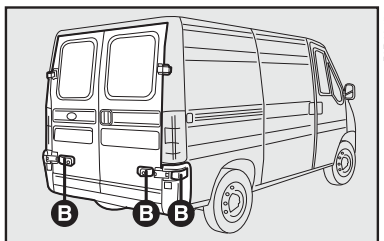

fig. 76
- abrir totalmente a porta, fazendo-a apoiar sobre a lateral; os batentes magnéticos **B**-fig. 76, ao entrarem em contato, fazem com que a porta se mantenha aberta.